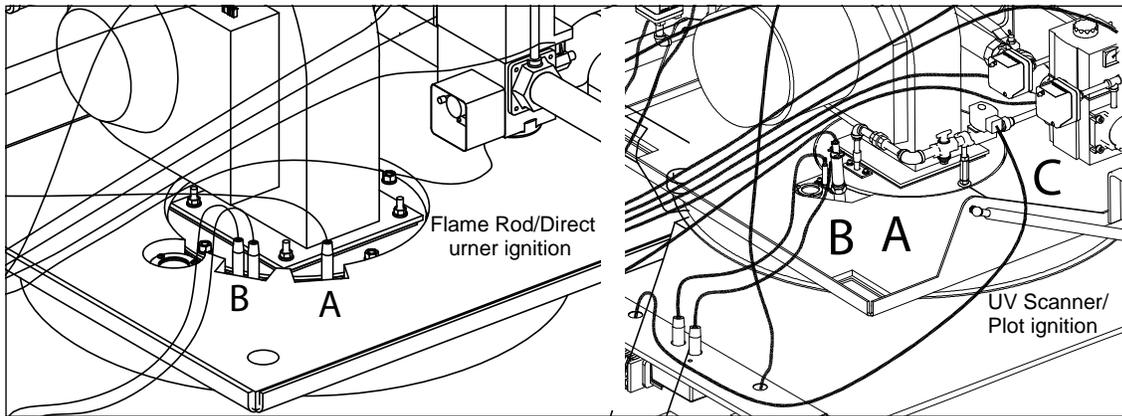

Figure 2-12
20. Connect control wiring (**Figure 2-12**):